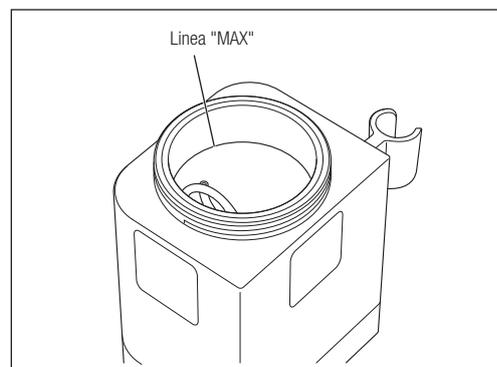

Fig. 24
1) Selezionare il serbatoio e la polvere da utilizzare con questa modalità. Riempire il serbatoio con polvere fino alla linea "MAX" (circa 80 g di FLASH pearl o circa 50 g di polvere Perio Mate) (Fig. 24).